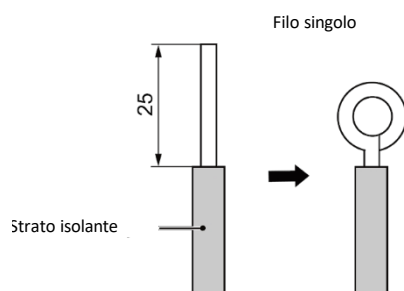

Fig. 5.1
(1) Collegamento del cavo (come indicato nella Fig. 5.1)